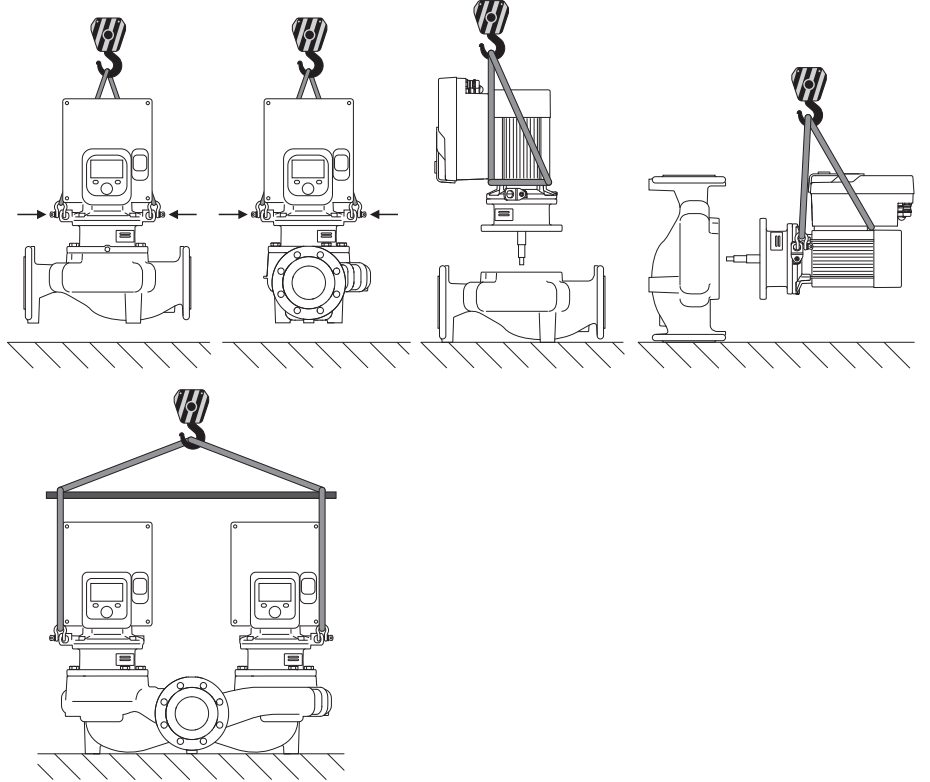

Fig. 6: Kaldırma yönü
Pompa, izin verilen kaldırma üniteleri (palanga, vinç vb.) ile taşınmalıdır. Kaldırma üniteleri, motor flanşında mevcut olan nakliye halkalarına sabitlenmelidir. Gerekirse kaldırma halkalarını adaptör plakasının altına kaydırın (Fig. 6).
- Takma kitini (Fig. 4) uygun kaldırma araçları kullanarak nakliye halkalarına sabitleyin. Ünitenin devrilmemesi için Fig. 6 uyarınca motorun ve elektronik modül adaptörünün etrafına bir kayış halka geçirin. Sabitleme esnasında elektronik modülün hasar görmemesini sağlayın.